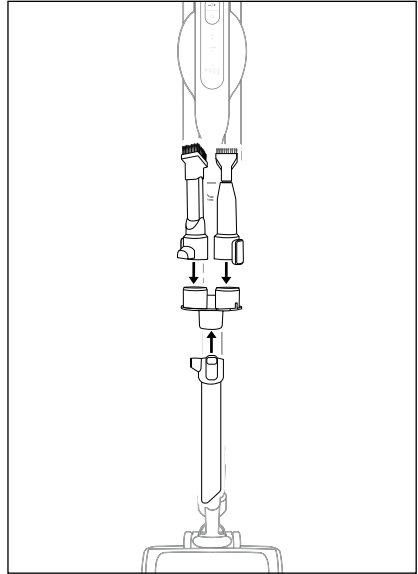

Abb. 20
- ◆ Entfernen Sie Zubehör vom Gerät und stecken Sie es zur Aufbewahrung auf die Zubehöralterung **17** (siehe Abbildung 20).